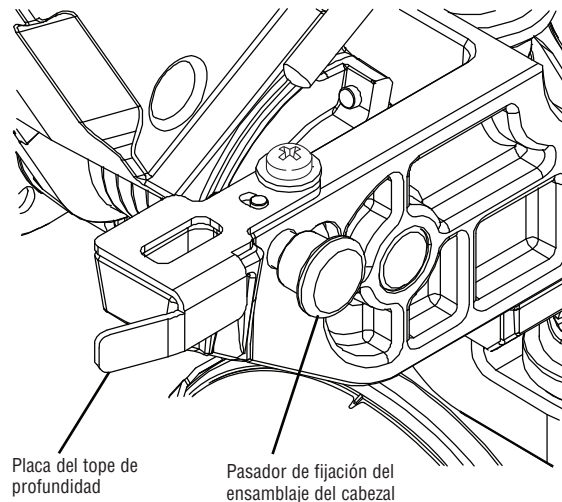

Figura 11
3. Mientras presiona hacia abajo el cabezal de la sierra, empuje hacia adentro el pasador de fijación del ensamblaje del cabezal. El cabezal quedará fijo en la posición hacia ABAJO (vea la figura 11).